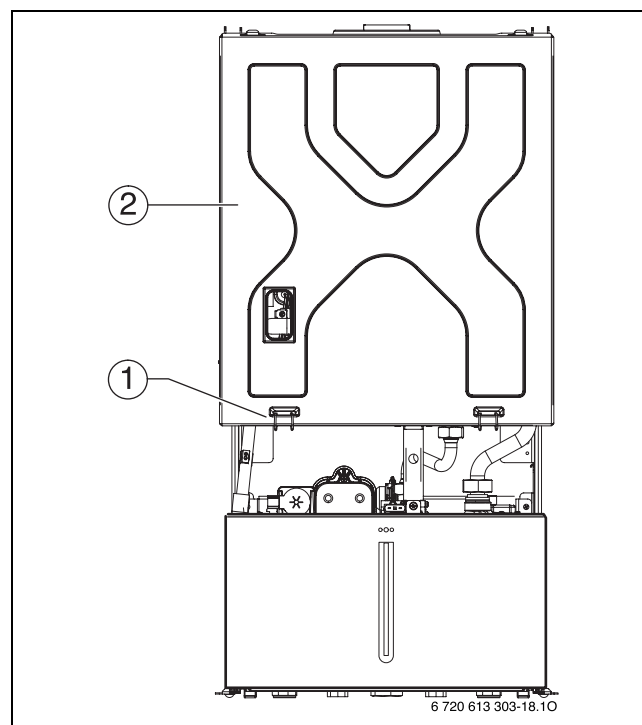

Fig. 58 Abrir a caixa estanque
- Remover os dois grampos (1) e retirar a tampa da caixa de ar (2) para cima (→ fig. 58).